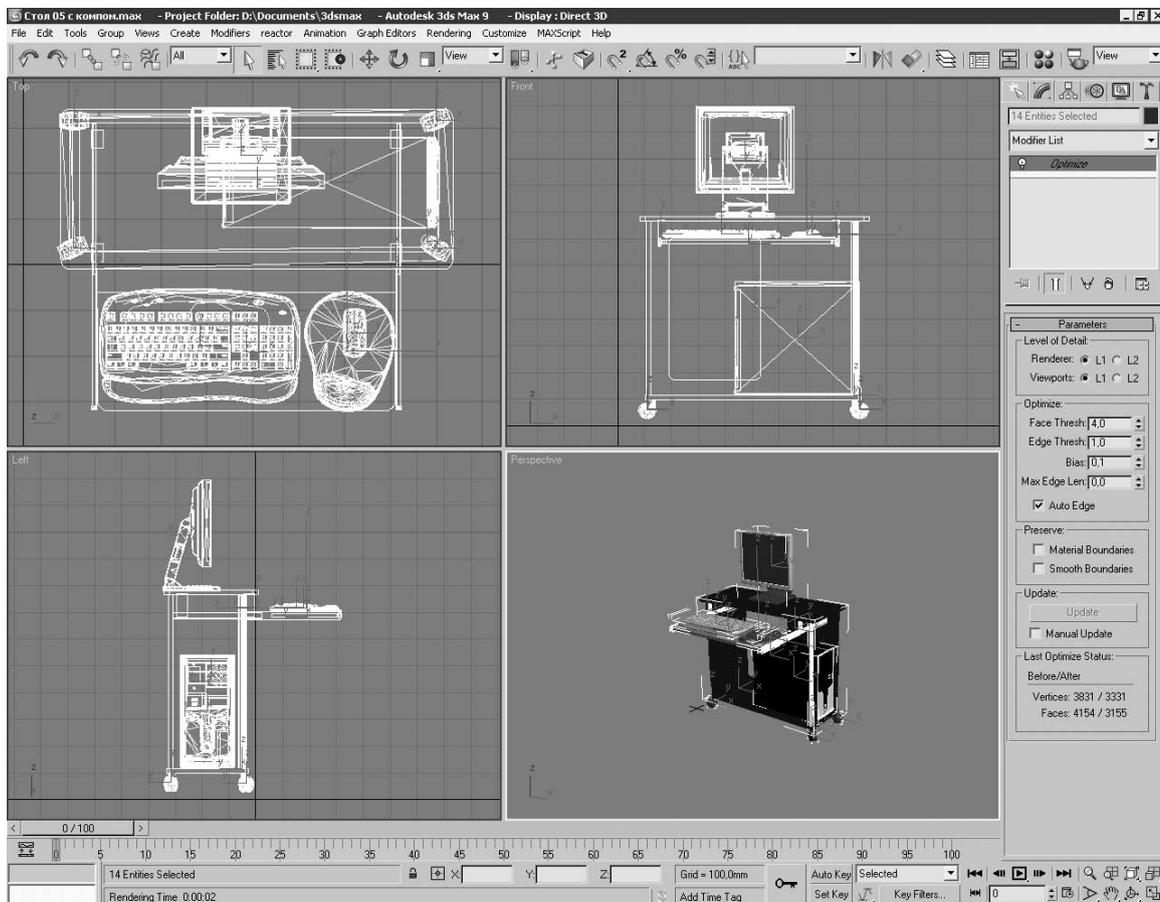

Рис. 4.21
7. Для того чтобы показать «товар лицом», в сцену можно добавить, например, системный блок, монитор, клавиатуру и мышь на коврик. В Интернете легко найти 3D-модели любых объектов. Достаточно скачать нужные файлы и импортировать их в сцену (рис. 4.21). Полезно развернуть колесные опоры под разным углом, что тоже придаст модели естественность.